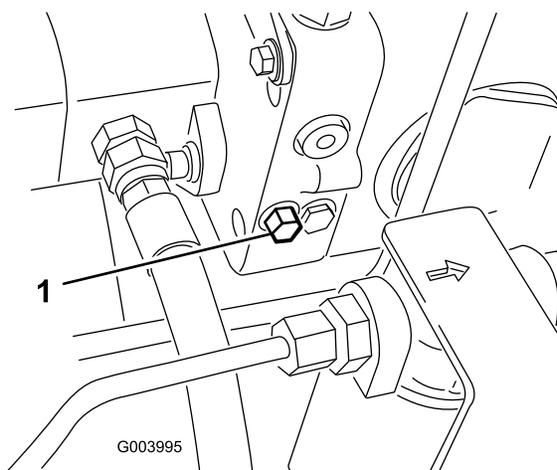

Figura 45
- La válvula de desvío está situada en el lado izquierdo del hidrostato (Figura 45). Gire el perno una vuelta y media para abrirla y dejar pasar el aceite internamente. Puesto que el aceite se desvía, la máquina puede ser movida lentamente sin dañar la transmisión.